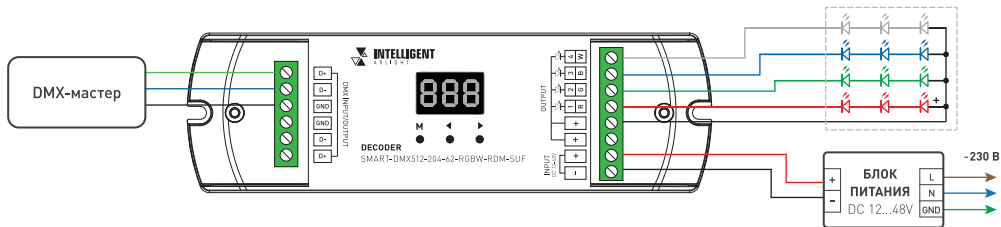

Рис. 1. Схема подключения декодера
- 3.5. Подключите декодер согласно схеме на рис. 1.